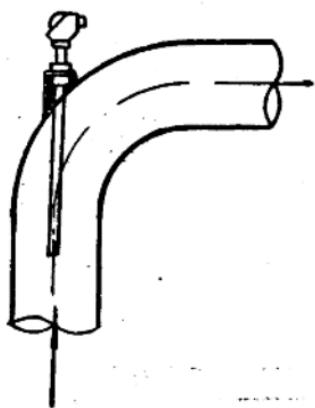
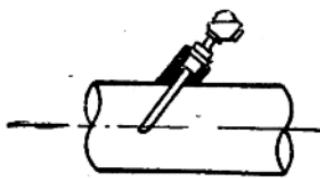
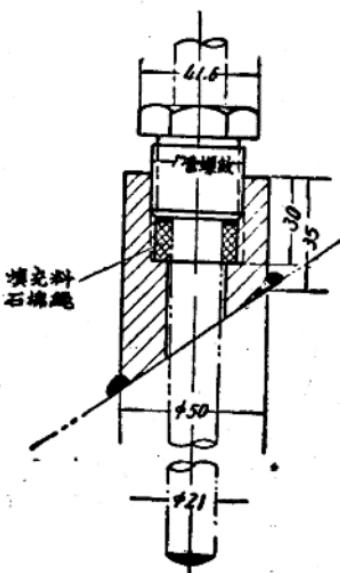

图 6 安装图
图 7 安装图
图 8 部件图
2. 热电偶的安装位置應該选择为迎着流束的地方，如图6，这样才能保証測量的正确和灵敏，如果不可能迎着流束安装，要与管道成一傾角，如图7，安装部件如图8。